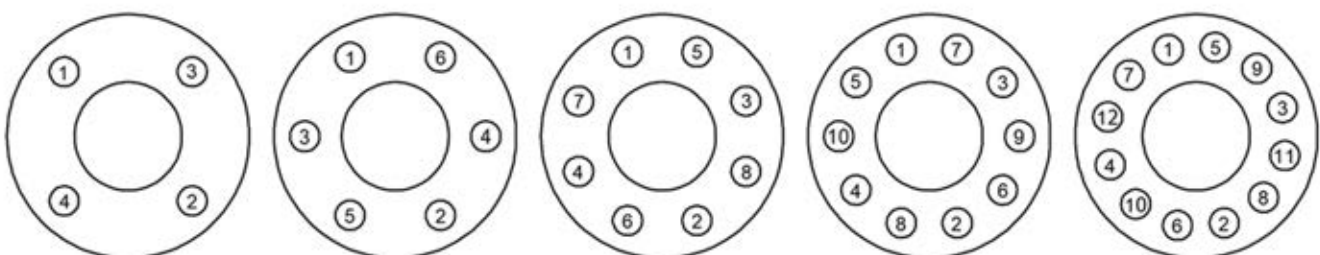

Abb. 2 Abfolge beim Festziehen
Um die Gleichmäßigkeit der Last und der Ausrichtung zu gewährleisten, müssen die Schrauben der Flansche gekreuzt und nach und nach festgezogen werden, wie in Abb.2 angegeben
- ◆ Die Mutter (1) lösen und die Schrauben (3) vollkommen aufschrauben.
- ◆ Die Schrauben (4) vollkommen aufschrauben den Schaft (2) gesperrt halten
- ◆ Den Oberteil (5) vom Ventilgehäuse (6) trennen.
- ◆ Den ganzen Schaft (2) des oberen Schiebers (9) aus dem Oberteil (5) herausziehen.
- ◆ Die Sitze (7) und (8) lösen, wozu die speziellen Schlüssel zu verwenden sind
- ◆ Den unteren Schieber (10) herausziehen
- ◆ Die Sitze (7) und (8) wenn nötig austauschen
- ◆ Den neuen Schieber in den Oberteil (5) einführen, wobei darauf zu achten ist, dass der Schaft mit Silikonöl geschmiert wird.
- ◆ Die Dichtungen des Gehäuses (11) sind immer auszutauschen, wobei die Auflageflächen genau gereinigt werden müssen.
- ◆ Die Muttern (3) gekreuzt und nach und nach festziehen, wie im Beispiel in Abb.2 in Abschnitt 2.01 angegeben, wobei die in Kapitel 5 angegebenen Anzugsdrehmomente zu verwenden sind
- ◆ Den Oberteil (5) vom Ventilgehäuse (1) trennen.
- ◆ Den ganzen Schaft (2) der Schieber (9) und (10) aus dem Oberteil (5) herausziehen.
- ♦ Die Dichtungen des Gehäuses (11) sind immer auszutauschen, wobei die Auflageflächen genau gereinigt werden müssen.
- ♦ Die Muttern (15) gekreuzt und nach und nach festziehen, wie im Beispiel in Abb.2 in Abschnitt 2.01 angegeben, wobei die in Kapitel 5 angegebenen Anzugsdrehmomente zu verwenden sind
- ◆ Die Schrauben (4) vollkommen lösen und die Schäfte (2) und (9) festgespannt lassen
- ⚠ **ACHTUNG!!! Die Drehung der Schäfte (2) und (9) führt zu einer Beschädigung des Faltenbalgs (12)**
- ◆ Den Oberteil (5) vom Ventilgehäuse (6) abnehmen.
- ◆ Den Schieber (9) vom Schaft (13) trennen und den Stecker auf dem Schaft (14) durch Lösen desselben entfernen
- ◆ Den Sitz (7) lösen, wozu die speziellen Schlüssel zu verwenden sind
- ◆ Den Schieber (9) und (10) herausziehen
- ⚠ **Achtung!!! Das Gehäuse(16), der Schaft (2) und der Faltenbalg (12) stellen eine einzige unteilbare Komponente dar**